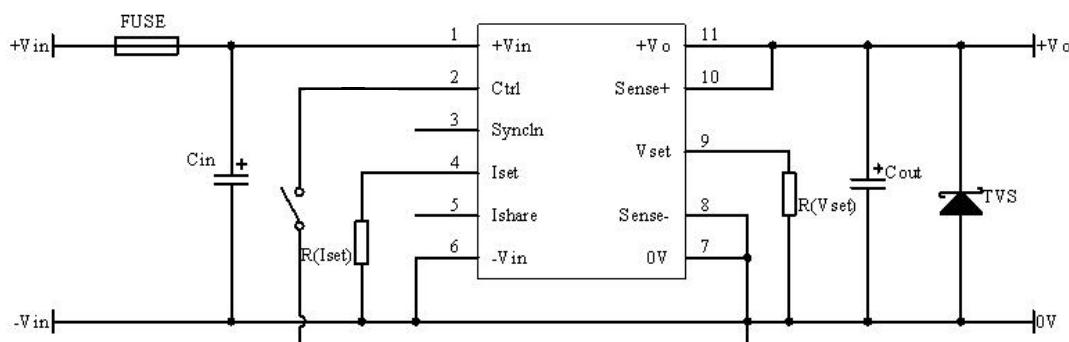

图 12 推荐测试电路
- ①产品测试及应用时, 请按照图 12 推荐的测试电路搭建外围; 至少保障外接一个电解电容 C_{in} ($\geq 470\mu F$), 用于抑制输入端可能产生的浪涌电压;
- ②如果产品输入端并联瞬变能量较大的电路(如并联电机驱动电路), 或会导致产品输入电压被拉低, 此时关注产品输入电压的波动, 建议适当增大输入端电解电容 C_{in} 的容值, 以保障输入端电压稳定, 避免输入电压低于欠压保护点导致产品重复启动的情况;
- ③如果产品输出端为感性负载时(如继电器、电机), 建议增大输出电容 C_{out} 容值, 并增加 TVS 管, 用以滤除电压尖峰;
- ④如需进一步减少输入输出纹波, 可适当加大外接电容 C_{in} 、 C_{out} 容值或选用串联等效阻抗值小的外接电容;
- ⑤使用 $Ctrl$ 时, 可直接与 $-Vin$ (Pin6) 短接实现输出使能控制。